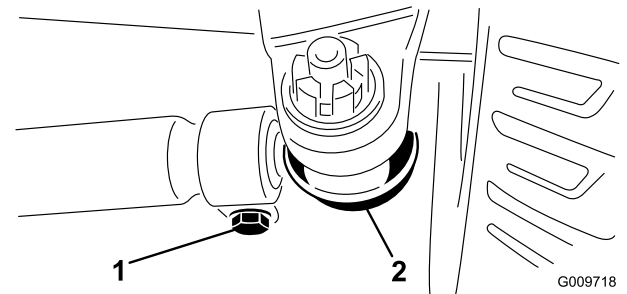

図 68
2. 調整が必要な場合は、タイロッドのボールジョイントのコッターピンとナットを外す。次に、タイロッドのボールジョイントをアクスルケースのサポート (図 68) から外す。
3. タイロッド両側のクランプをゆるめる (図 68)。